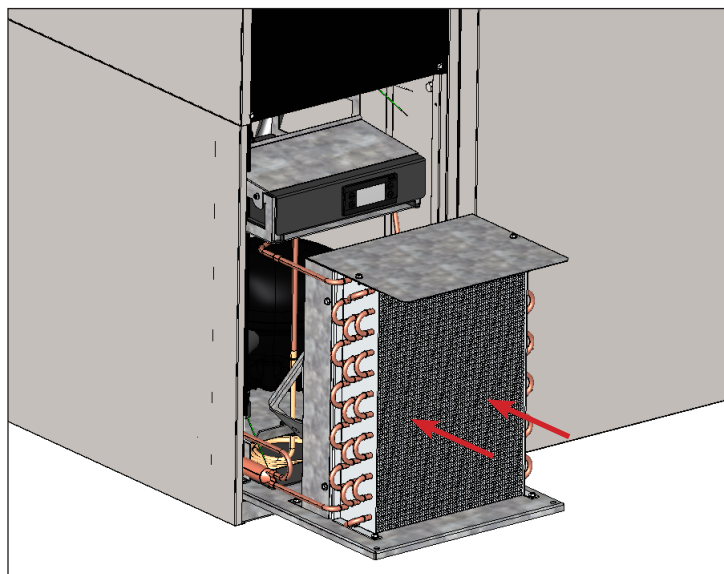

Abb. 6 Die Verflüssigereinheit vorsichtig wieder einsetzen und die Schrauben eindrehen.
9. Halterungen der Verflüssigerröhren wieder anbringen (sofern zutreffend). Die Kompressoreinheit vorsichtig wieder einsetzen und festschrauben. Siehe Abb. 6.